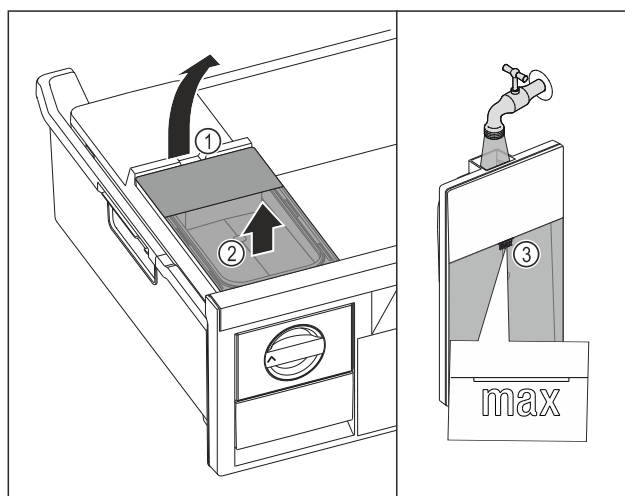

Fig. 103
- ▶ Podignite spremnik za vodu na otvoru Fig. 103 (1).
- ▶ Izvadite spremnik za vodu prema gore. Fig. 103 (2)
- Spremnik za vodu napunite pitkom vodom do oznake Fig. 103 (3).